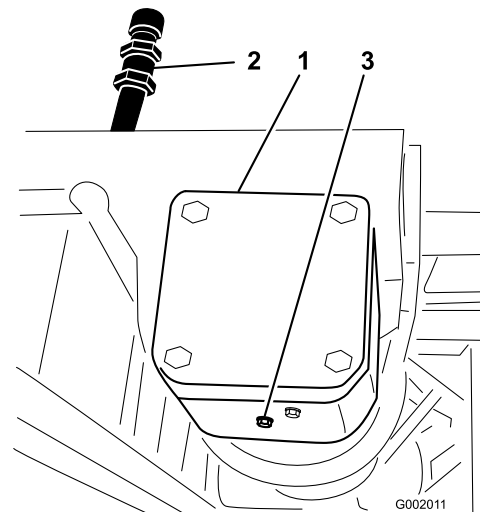

図 71
2. ドレン・プラグの下にオイルを受ける容器をおく（図 71）。
3. 補給口プラグとドレン・プラグを取り (図 71)、排出されるオイルを容器で回収する。